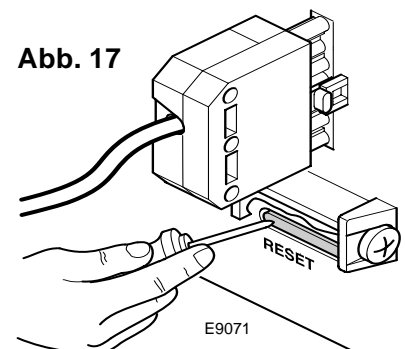

Abb. 17
- zum Entriegeln das Steuergerät abnehmen, wobei alle Kabel angeschlossen bleiben und Spannung anliegen muß, und mit einem geeigneten Werkzeug die Entriegelungstaste (RESET, s. Abb. 17) drücken.